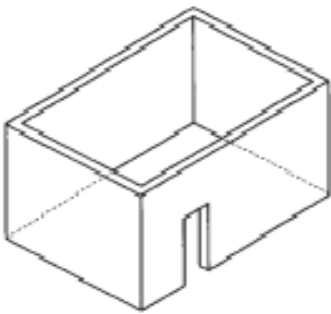

Figure 1 - Enceinte avec des murs sur tous les côtés mais sans couverture au-dessus.
- Une enceinte comportant des parois sur tous les côtés, mais au moins une ouverture permanente au niveau du sol et dépourvue de couverture supérieure. Voir la figure 1.